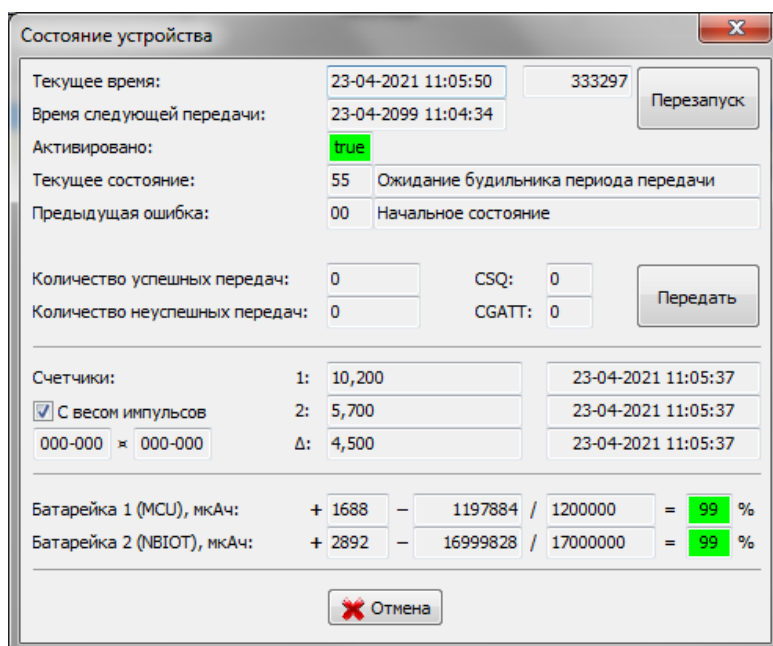

Рисунок 25 – Закладка «Состояние устройства»
3.5.1 После нажатия кнопки просмотра состояния модуля в верхней панели инструментов программы откроется окно «Состояние устройства» (рисунок 25), в котором выводится текущее состояние модуля: